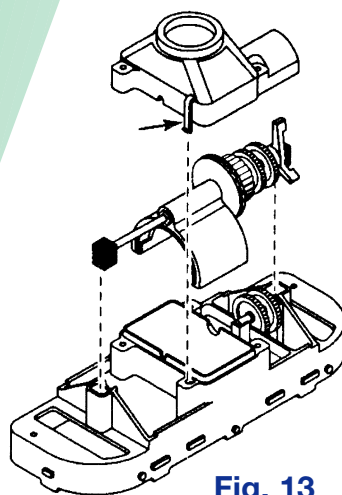

Fig. 13
► Remettez le nettoyeur sur pied et enlevez les 2 clips qui tiennent le couvercle de la boîte de vitesse (Fig. 13). Retirez le couvercle.